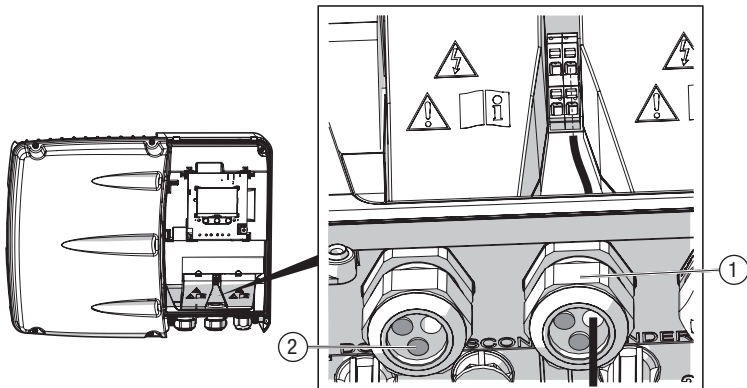

Bild 26 Anschluss des Blitzschutzmoduls
2. Führen Sie das Kabel durch die mittlere Kabelverschraubung (Bild 26 / 1).
4. Verschließen Sie die unbenutzten Durchführungen in den Kabelverschraubung mit den Verschlussbolzen (Bild 26 / 2).